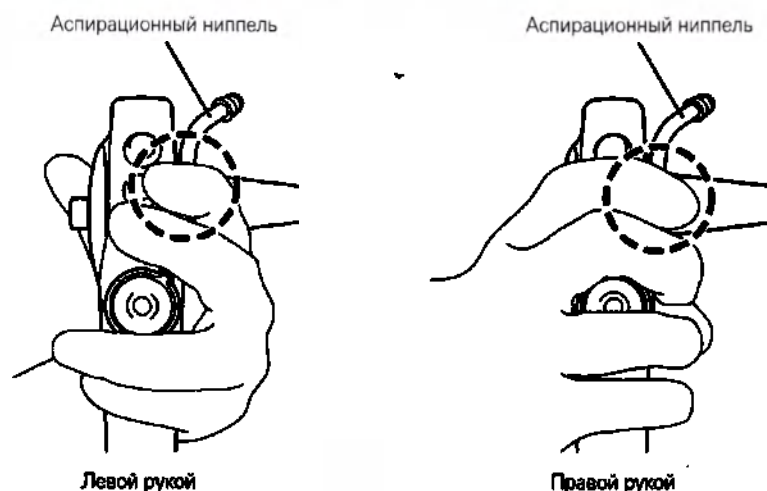

Рис. 8.3
- При подсоединении или отсоединении трубки источника вакуума от аспирационного ниппеля клапана управления аспирацией во время эндоскопической процедуры держите аспирационный ниппель одной рукой, как показано на Рис. 8.3. **НЕ** прилагайте усилие при подсоединении или отсоединении трубки источника вакуума от аспирационного ниппеля клапана управления аспирацией. Это может привести к повреждению клапана управления аспирацией и риску оттока или выброса биологических жидкостей пациента с риском инфицирования.